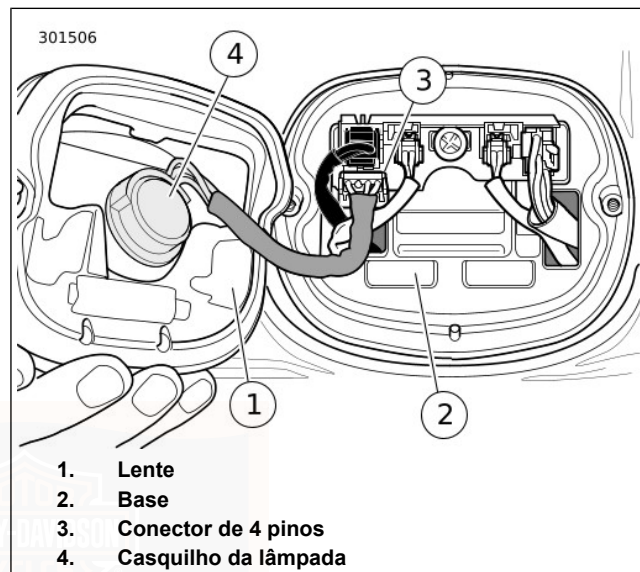

Figura 81. Luz de presença traseira
2. Ver Figura 81. Desligar o conector da luz de presença traseira (3).
3. Rodar o casquilho da lâmpada (4) 1/4 de volta para a esquerda e retirá-lo da luz de presença traseira. Remover a lâmpada do casquilho.
2. Ver Figura 81. Introduzir o casquilho (4) na luz de presença traseira e rodar 1/4 de volta para a direita.
3. Ligar o conector da luz de presença traseira (3).